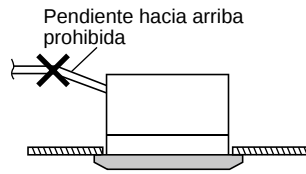

Fig. 3-10
- No instale el tubo con una pendiente hacia arriba desde el orificio de conexión. De lo contrario, el agua de drenaje podría fluir hacia atrás y fugarse cuando la unidad no está en funcionamiento. (Fig. 3-10)